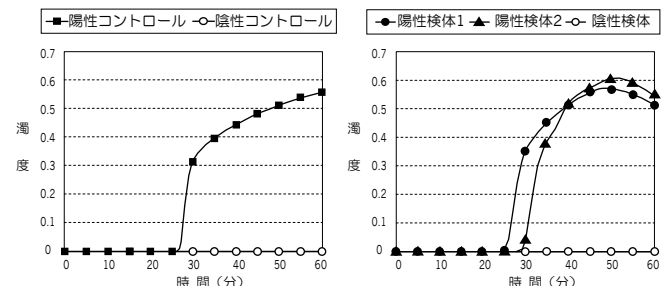

図 1. コントロールの増幅曲線パターン
- (2) 表示温度が 65℃に達していることを確認します。
- (3) 調製、分注済みの反応チューブをセットして測定を開始します。
- (4) 装置の表示画面上で陽性コントロールと陰性コントロールの濁度の上昇の有無を確認します。陽性コントロール : Positive Control Lis (PC Lis) で濁度が上昇し、陰性コントロール : Extraction Solution for Foods (EX F) で濁度が上昇していなければ、LAMP 反応は正常に進行しています。それ以外の場合には、増幅反応が適切に進行していない可能性があるため、試薬調製からの再検査を実施してください。(図 1)